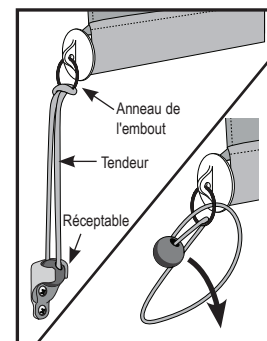

Figure 6
1. Faites passer le tendeur à travers l'anneau de l'embout, puis refaites-le passer à travers lui-même, de manière à créer un nœud en tête d'alouette (figure 6).